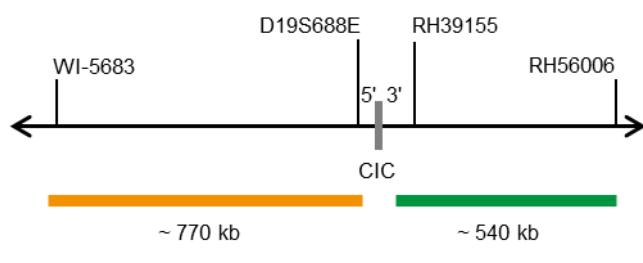

Fig. 1: SPEC CIC Mapa da sonda (sem escala)
- Polinucleótidos (~10 ng/μl) com marcação ZyGreen (excitação 503 nm/emissão 528 nm), dirigidos ao mapeamento de sequências alvo em 19q13.2* (chr19:42,835,047-43,374,575) distais à região de quebra do CIC (ver Fig. 1).
- Polinucleótidos (~4.5 ng/μl) com marcação ZyOrange (excitação 547 nm/emissão 572 nm), dirigidos ao mapeamento de sequências alvo em 19q13.2* (chr19:41,980,301-42,751,339) proximais à região de quebra do CIC (ver Fig. 1).